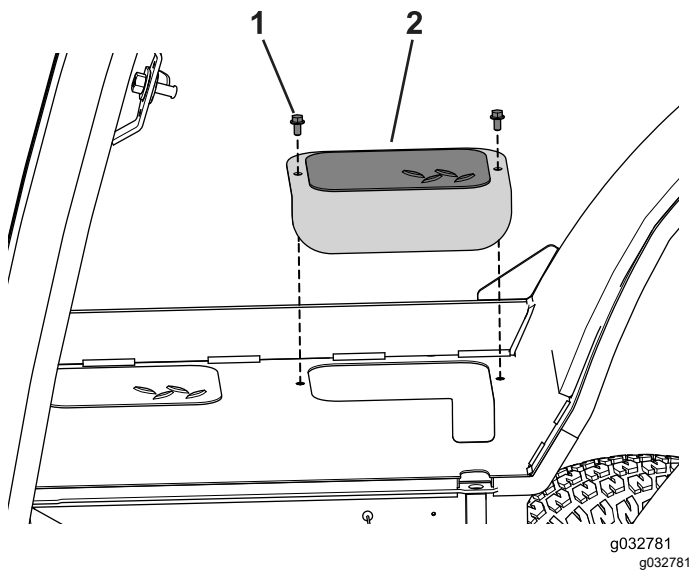

Bild 66
1. Entfernen Sie die zwei Schrauben, mit denen die Abdeckplatte an jeder Seite der Maschine befestigt ist, und legen Sie sie zur Seite (**Bild 66**).
7. Entfernen Sie die Hubstange und setzen die Abdeckplatte auf, die Sie vorher zur Seite gelegt haben (**Bild 66**).